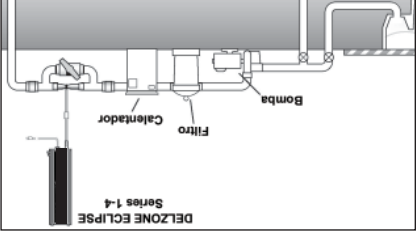

Figura 2 Ubicación del montaje del múltiple del inyector
2D-1. Conexión de cañerías del múltiple del inyector: El múltiple del inyector se debe instalar en la línea de retorno principal de la piscina después de todos los demás equipos (bomba, filtro, calentador y limpiador). La Figura 2 muestra la instalación más básica. Para la instalación con desinfectantes adicionales y limpiadores de piscinas, consulte al Servicio técnico de DEL (vea la sección 4E).
1. Encienda el sistema de circulación de la piscina. Encienda la válvula de retención (45°), tal como se muestra en la Figura 2.
2. Controle que el voltaje sea el adecuado. Ajuste la válvula del múltiple del inyector (si corresponde) a semi abierta (45°), tal como se muestra en la Figura 2.